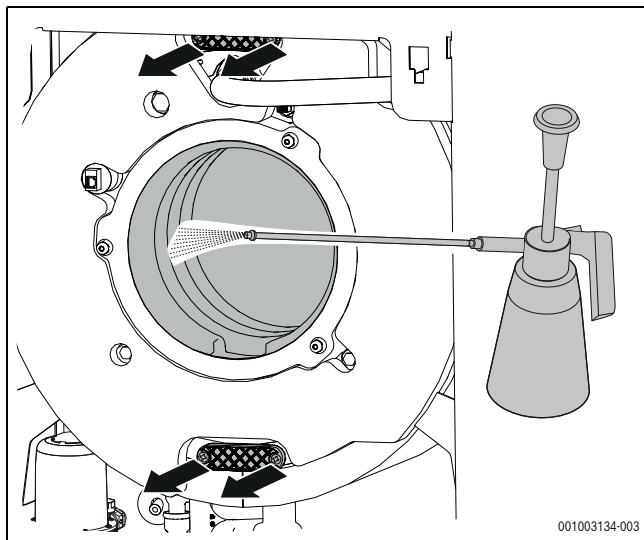

Bild 84 Wärmetauscher mit Sprühlanze reinigen
- Lose Partikel mit Wasser (z. B. Sprühlanze; Zubehör) aus dem Feuerraum und dem Abgasmantel spülen (→ Bild 84).